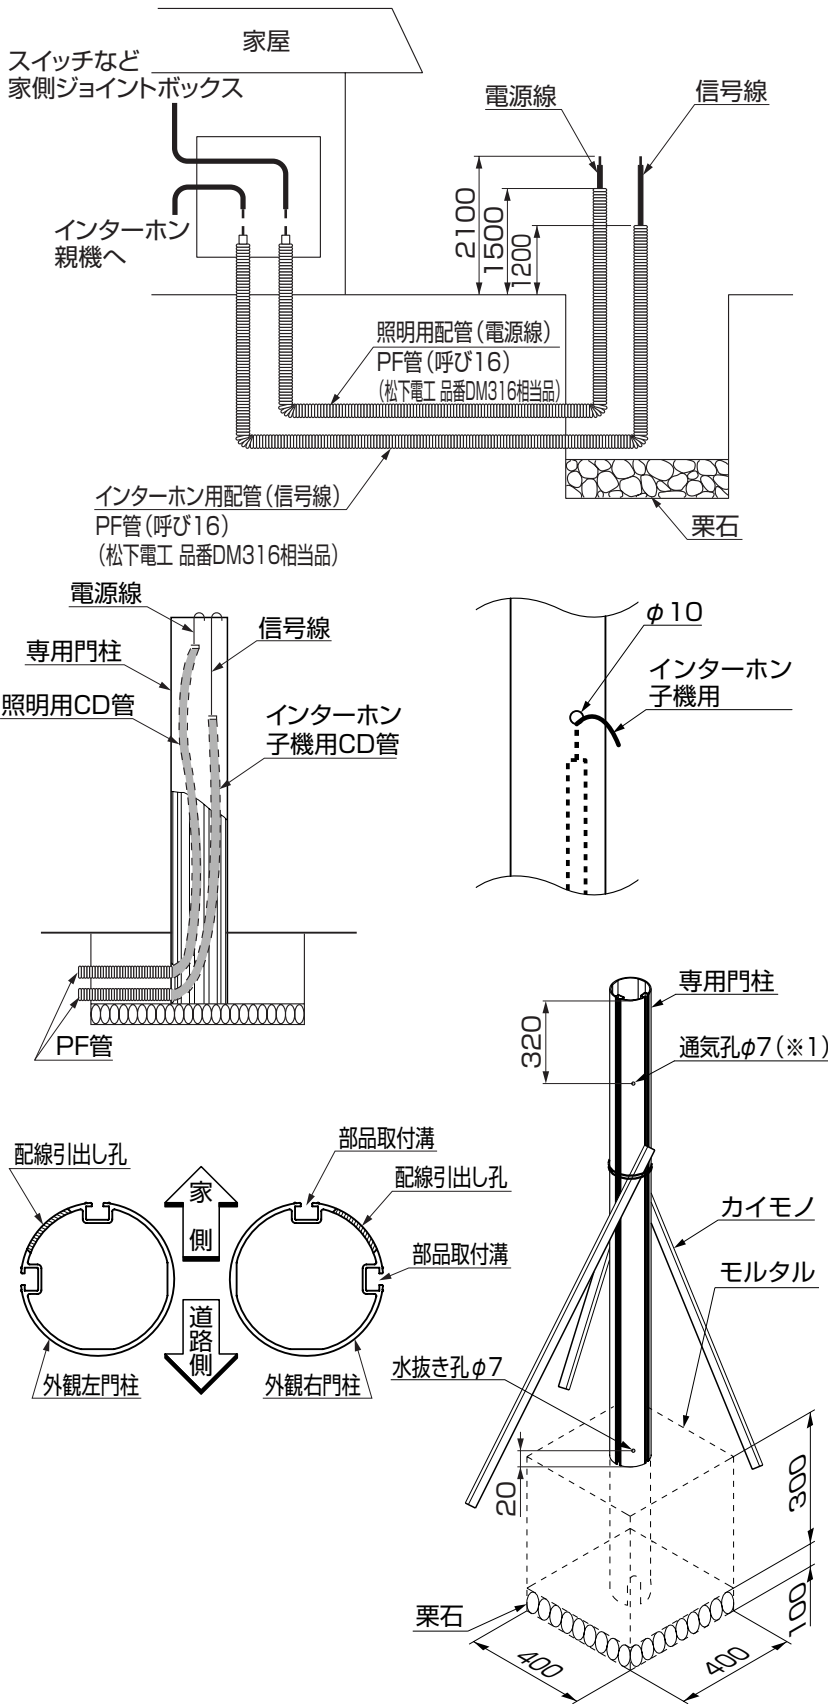

図2-1
- 図2-1の通気孔(※1)は湿気を逃がすためのものです。シールやネジなどで孔をふさがないでください。門柱内部および照明器具が結露し漏電の原因になります。